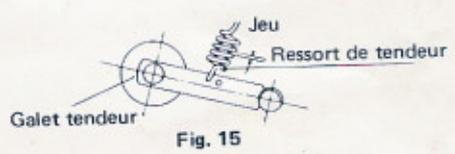

Fig. 15
##### (5) Réglages de l'embrayage et organes connexes (fig. 15)